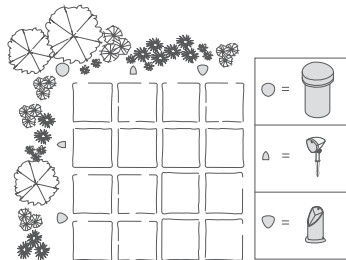

图 2
- 结合 Definitive Technology BL 系列柱式扬声器和/或 LS-80 或 LS-100 低音炮使用 (见图 2)